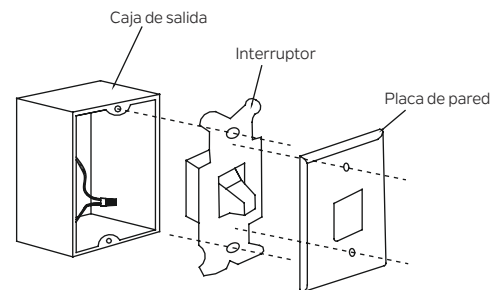

Figura 22
**Paso 1.** Retire la placa de pared existente y el interruptor antiguo de la caja de salida de pared. Cablee los cables NEGROS (vivos) junto con el conector e introdúzcalos nuevamente dentro de la caja de salida. (Figura 22)